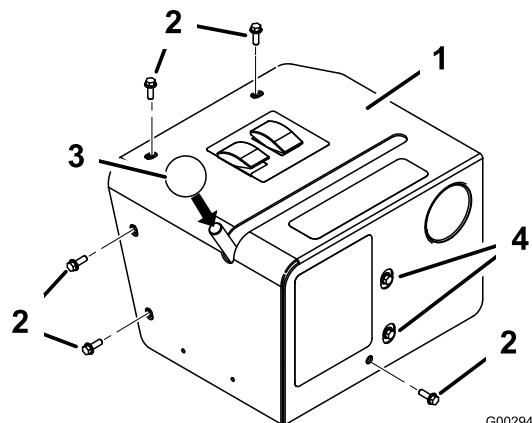

Figura 31
comando (Figura 31), usando cinque bulloni a testa flangiata (1/4 x 3/4 poll.).
19. Montate la manopola sulla leva di comando della valvola (Figura 31).
20. All'occorrenza, allentate i bulloni nel pannello anteriore e riposizionate il gruppo valvola per consentire la corsa libera della leva nella scanalatura (Figura 31).